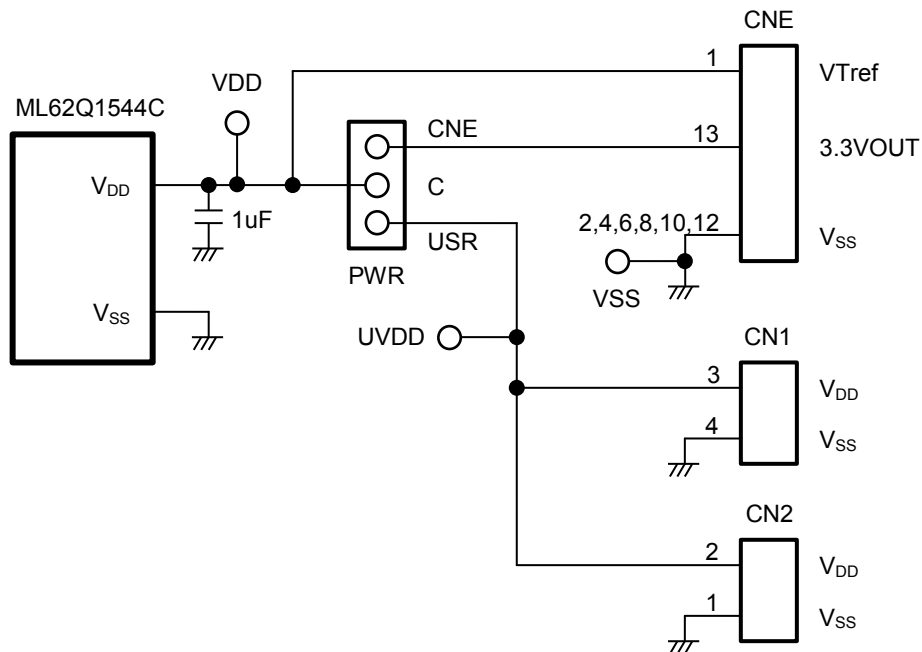

図 2 電源回路
- 1.2 ML62Q1544C Reference Board 外観図 2